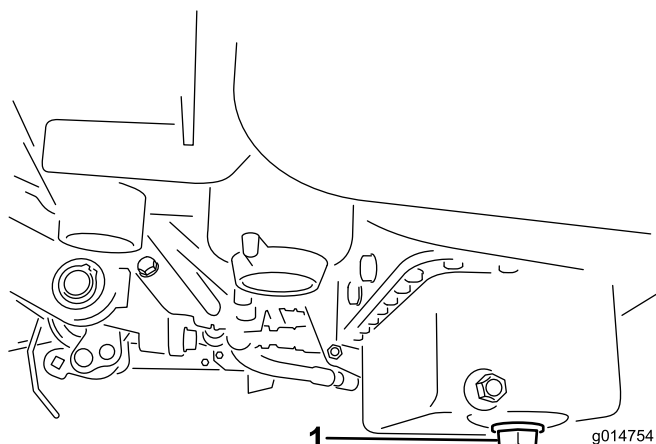

Figura 47
1. Retire o tampão de escoamento e deixe o óleo escorrer para um recipiente adequado. Quando o óleo parar, volte a montar o tampão de escoamento (Figura 47).